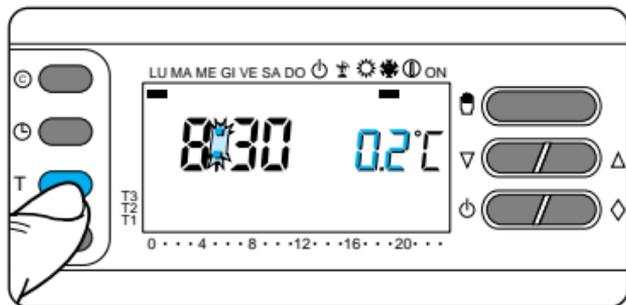

Fig. 77
**15.3** - Pulse el botón T (fig. 77).